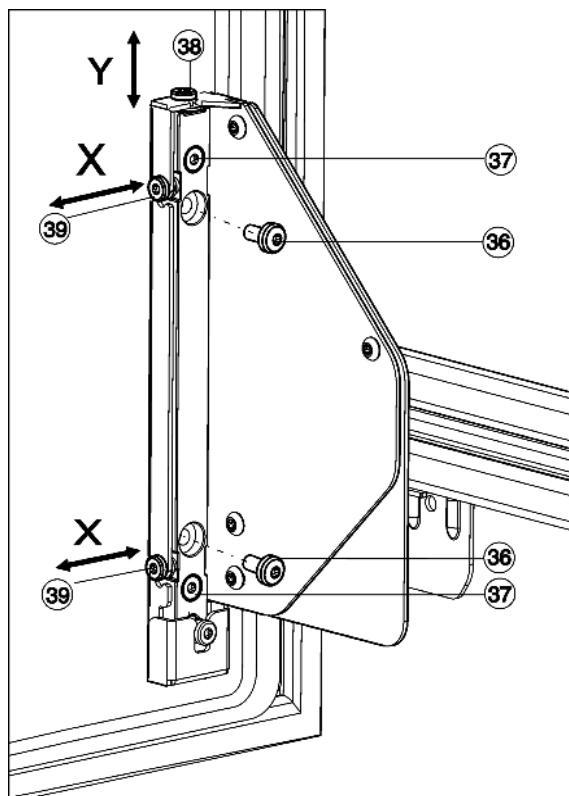

Fig. 27
- Śruby Fig. 27 (36) całkowicie wykręcić.
- ▷ Śruby Fig. 27 (36) należy wyrzucić, nie będą już potrzebne.
- Śruby Fig. 27 (37) należy poluzować o 1 lub 2 obroty.
- Obrócić śrubę przestawną (38). Zgodnie z kierunkiem ruchu wskazówek zegara: drzwi uniosą się do góry o maks. 4 mm. Przeciwnie do kierunku ruchu wskazówek zegara: drzwi obniżą się o maks. 2 mm.
- Wszystkie śruby Fig. 27 (37) ponownie dokręcić.
- Jeśli śruby Fig. 27 (36) są nadal zamocowane, należy je całkowicie wykręcić.
- Śruby przestawne Fig. 27 (39) należy przestawić zgodnie z żądanym kierunkiem regulacji.
- Po zakończeniu regulacji bocznej śruby Fig. 27 (37) należy ponownie przykręcić.